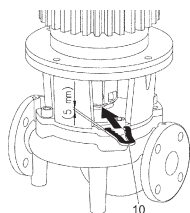

Fig. 13: Montering af monteringsgaffel
10. Skub monteringsgafflen (Fig. 13, pos. 10) ind mellem lanternen og koblingen. Monteringsgafflen skal sidde uden slør.
11. Spænd først koblingsskruerne let (Fig. I/II/III/IV/V, pos. 1.41), indtil koblingshalvskålene flugter med udligningsskiverne.
8. Afmonter kobling (Fig. I/II/III/IV/V, pos. 1.5).
9. Løsn motorfastgøringsskruerne (Fig. I/II/III/IV/V, pos. 5) på motorflangen, og løft drevet af pumpen med egnet løftegrej.
13. Skub monteringsgaflen (Fig. 13, pos. 10) ind mellem lanternen og koblingen. Monteringsgaflen skal sidde uden slør.